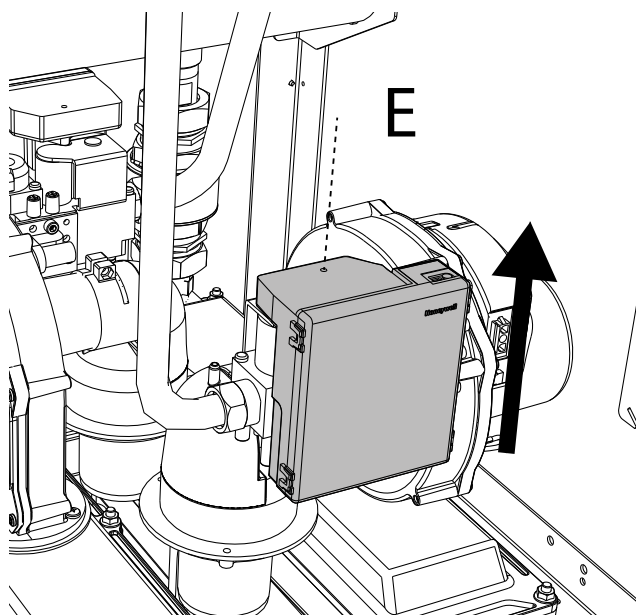

fig. 78
2. Deșurubați șurubul „E” și scoateți unitatea de comandă din valva de gaz (fig. 78).